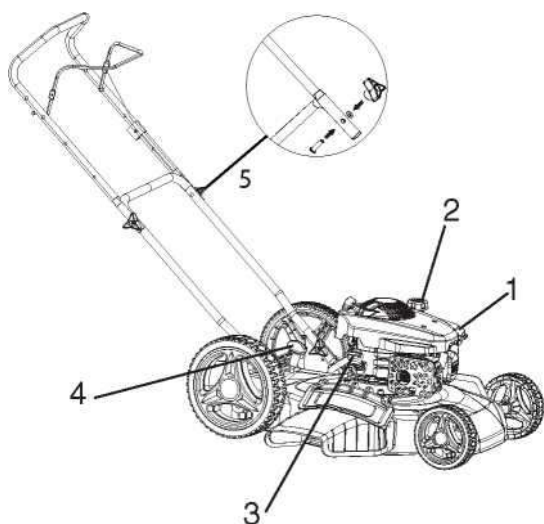

Figur 3
1. Ta bort oljestickan (figur 3)